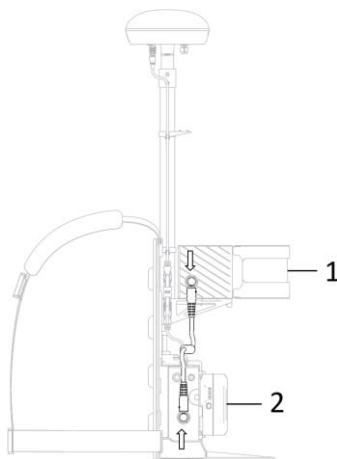

图 2-5 扫描仪电缆连接
以下の図 2-5 に示すように、スキャン端①と取得端②をケーブルで接続します（各インターフェースの赤い点を合わせて挿入できます）。图 2-5 スキャナケーブル接続